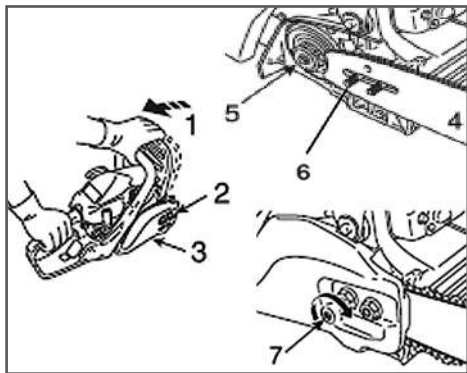

Рис. 2 Установка шины
1. Перед установкой шины и цепи убедитесь в том, что тормоз цепи находится в расторможенном положении. Для этого рукоятку тормоза 1 (Рис.2) потяните на себя до щелчка.
2. Открутите гайки 2 и снимите крышку шины 3 (Рис. 2).
3. Установите шину 4 пазом на шпильки крепления шины 6 и передвиньте ее в сторону муфты сцепления 5 для облегчения установки цепи (Рис. 2).
5. Вращая шестерню натяжителя цепи 7 (Рис. 2) против часовой стрелки, установите палец натяжителя в крайнее левое положение. Установите на место крышку шины 3 (Рис. 2).
- Отрегулируйте натяжение цепи (см. раздел «Регулировка натяжения цепи») вращая шестерню натяжителя цепи 7 (Рис. 2) по часовой стрелке.